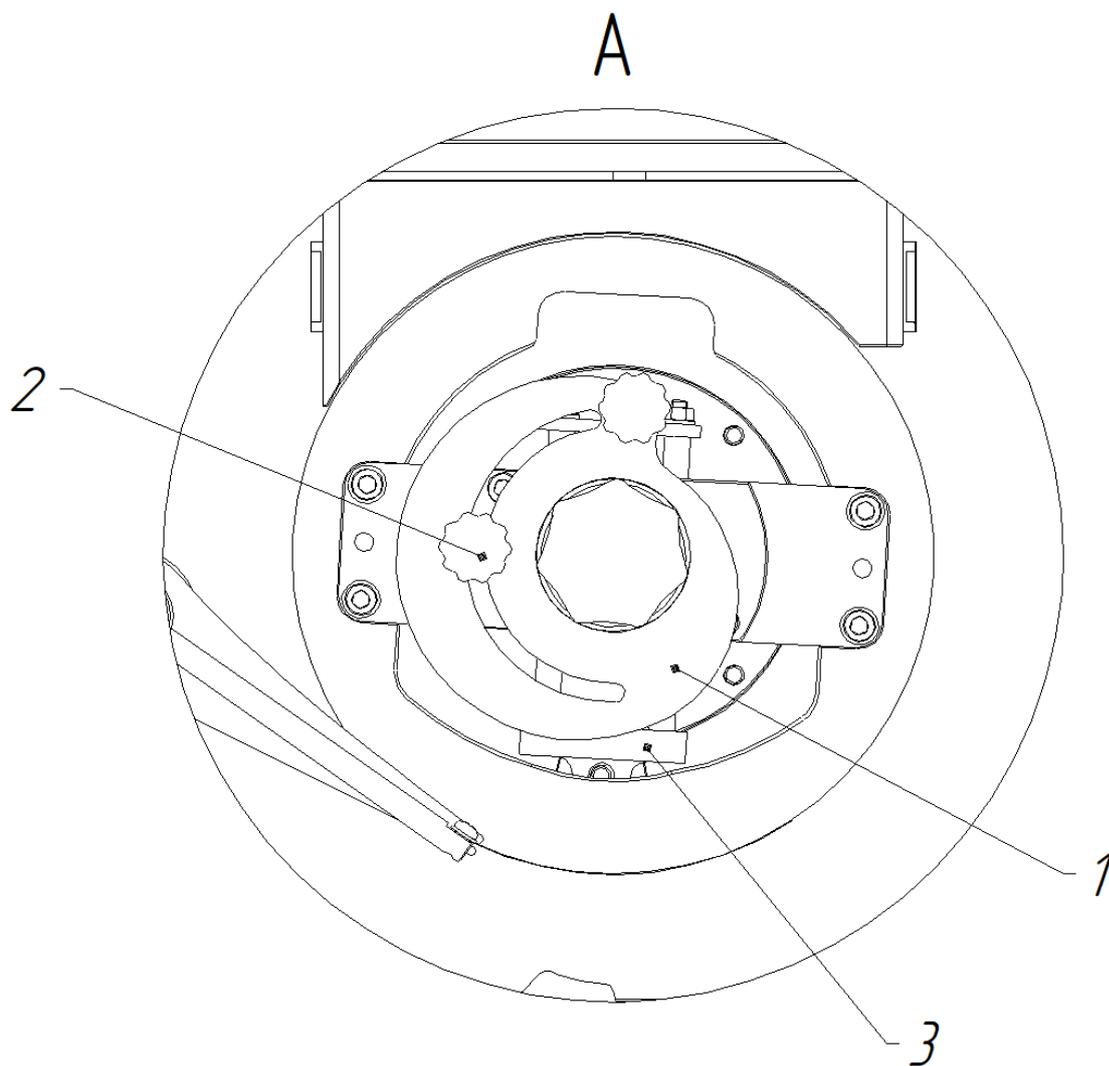

Рис. 4
4.4 Регулировка высоты (массы) котлеты. (Рис.4)
1. Отпустить винт (Рис.4 поз.7) и снять скребок.
4. Выкрутите винт (Рис.4, поз.8) и потяните раму транспортёра на себя.